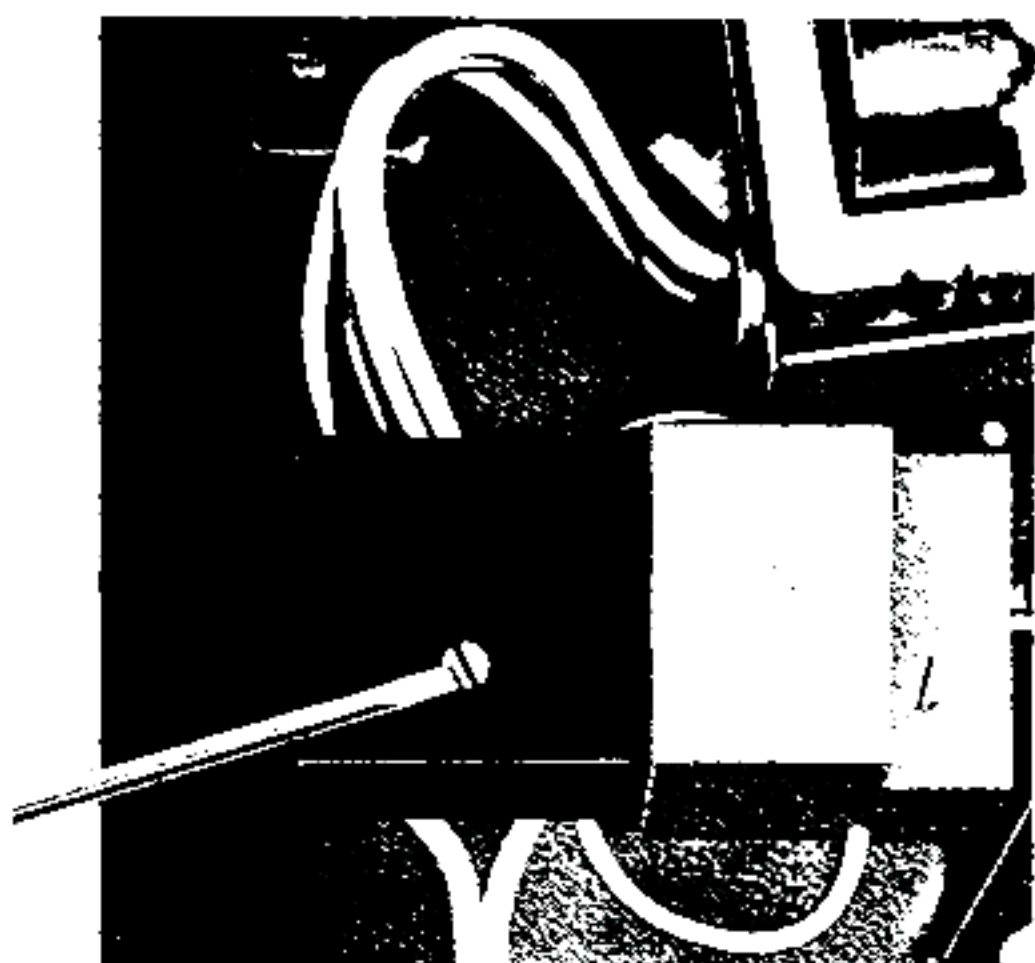

Fig. 2
**a) Anschluß an Dual-Plattenspieler mit vom Netzschalter getrennter Anschlußplatte (Fig. 2)**
**a) Connection to Dual turntable with connection board separate from power switch (Fig. 2)**
**a) branchement sur platines Dual équipées de plaquettes de raccordement séparées du commutateur secteur. (Fig. 2)**
**a) Aansluiten aan Dual platenspeler met en van de netschakelaar geschieden aansluitplaat (fig. 2)**